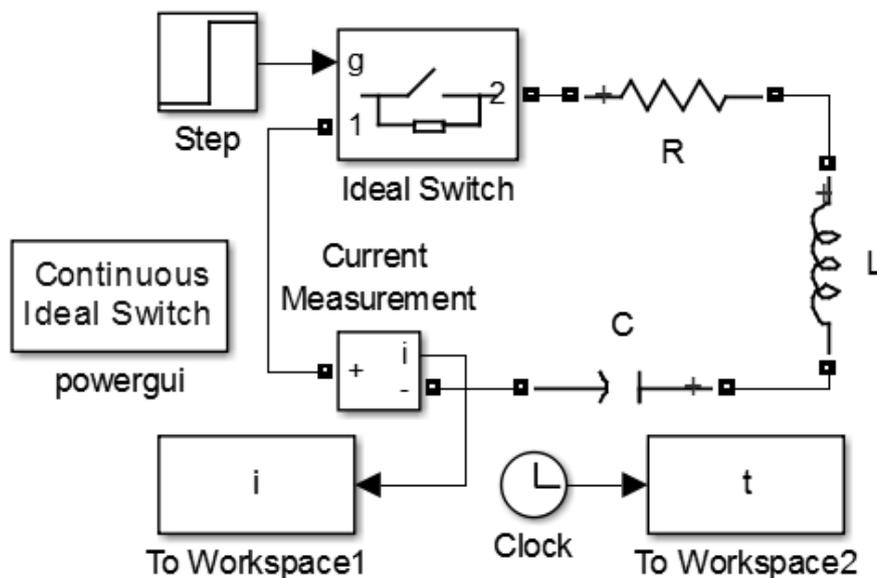

Рисунок 17
4.1 Добавить в окно модели (рисунок 17) необходимые блоки из библиотеки, три блока **Series RLC Branch** (из раздела **Elements**), блок **Current Measurement** (из раздела **Measurements**), **Powergui**; из библиотеки **Simulink**: блоки **Step** и **Clock** (из раздела **Sources**), два блока **To Workspace** (из раздела **Sinks**).
4.2 Выполнить необходимые соединения блоков (см. рисунок 17) и задайте названия блокам цепи в соответствии с заданием для своего варианта.